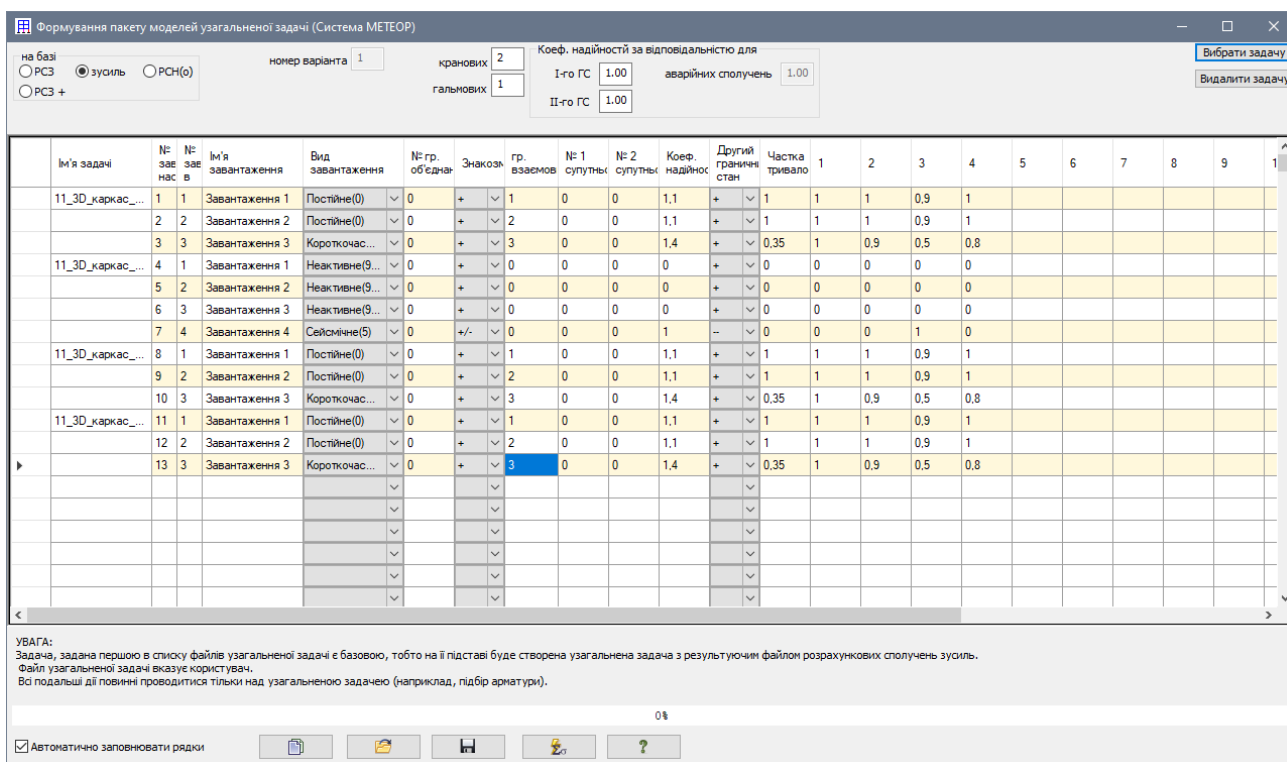

Рис. 11.29. Діалогове вікно **Формування пакету моделей узагальненої задачі (Система МЕТЕОР)**
Формування даних для побудови узагальненої РСЗ проводиться в діалоговому вікні **Формування пакету моделей узагальненої задачі** (рис. 11.29), яке викликається
- Натиснувши на кнопку  – **МЕТЕОР (Варіації моделей)** (панель **Розрахунок** на вкладці **Розрахунок**) відкрийте діалогове вікно **Формування пакету моделей узагальненої задачі (Система МЕТЕОР)** (рис. 11.29).